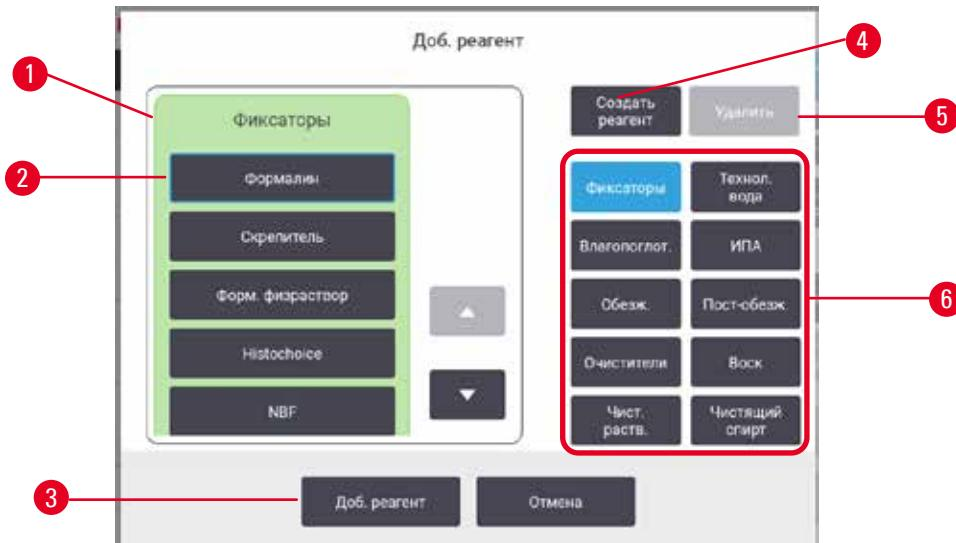

Рис. 69
1. Нажмите **Add reagent (Добавить реагент)**. Появится диалоговое окно (→ Рис. 69) со списком всех типов реагентов, упорядоченных по группе реагентов.
- A. Нажмите **Add reagent** (Добавить реагент). Появится диалоговое окно (→ Рис. 69) со списком всех типов реагентов, упорядоченных по группе реагентов.